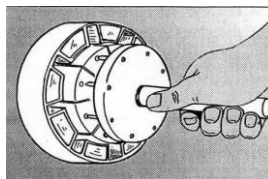

Figure 2.
- (8) Montez le jeu de mors entre les matrices mères (figure 2) de sorte que la tige d'outil soit suffisamment enfoncée dans le trou de centrage et commencez à fermer les matrices en mode *manuel*.